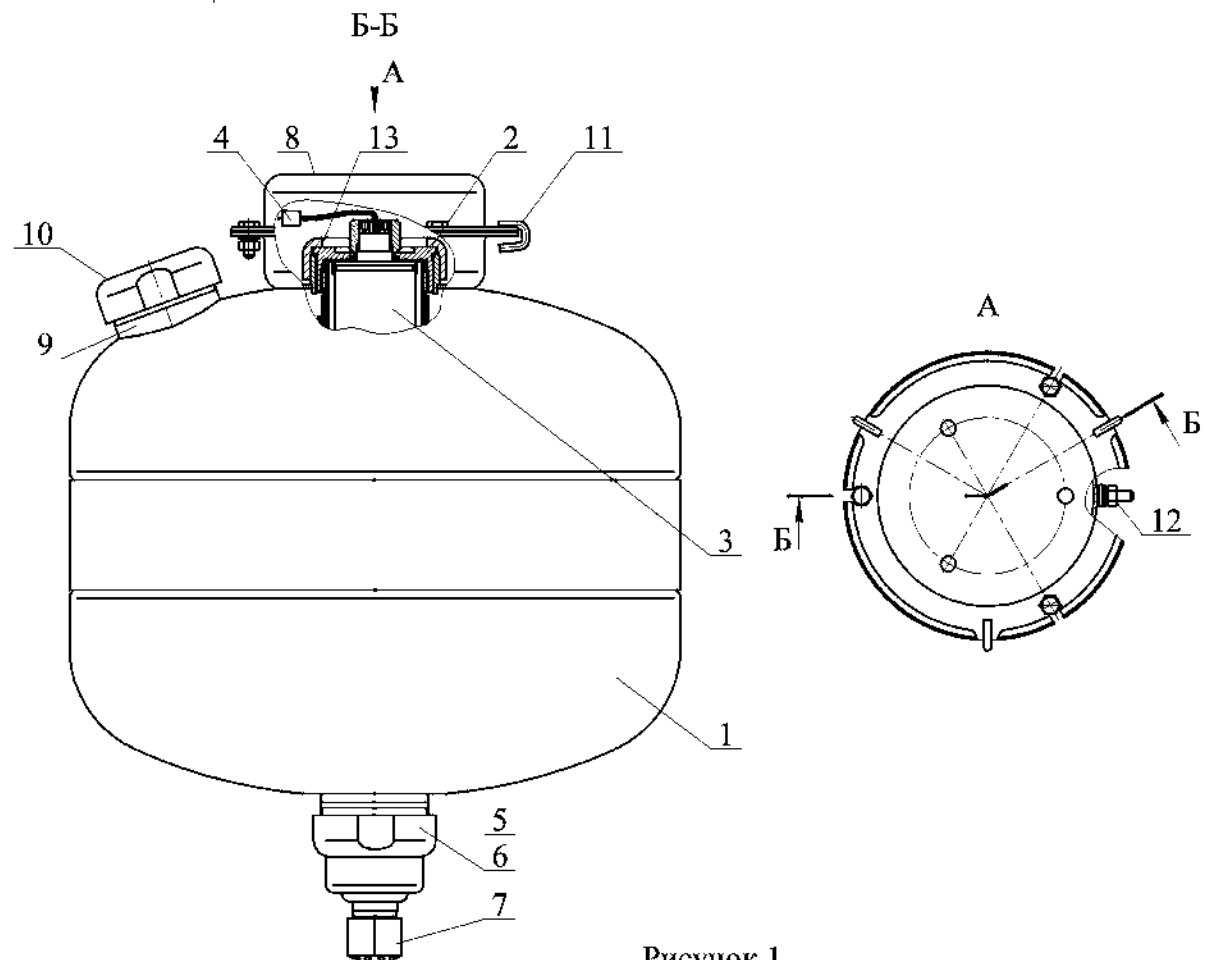

Рисунок 1
4.1.1 МУПТВ (см. рисунок 1) состоит из корпуса **1**, заправленного ОТВ, в котором размещено газогенерирующее устройство **2**. В герметичный корпус газогенерирующего устройства установлен ИХГ **3** с элементом электропусковым **4**. Нижняя горловина корпуса перекрыта срезной мембраной **5**, которая поджата гайкой **6**. С гайкой **6** через фильтрующий элемент соединен насадок-распылитель **7**. В верхней части корпуса расположены кронштейн **8** для крепления к потолочному перекрытию, горловина **9** для заливки ОТВ и предохранительный клапан **10**. Для фиксации МУПТВ при монтаже на кронштейне **8** закреплены три скобы **11**. МУПТВ имеет заземляющий зажим **12**.
4.2.1 После подачи электрического импульса на выводы элемента электропускового 4 (см. рисунок 1) ИХГ 3 генерирует газ, который создает давление внутри корпуса МУПТВ для вскрытия мембраны 5 и выпуска через насадок-распылитель 7 в зону горения тонкораспыленной струи ОТВ.
6.3 Закрепить кронштейн 8 (см. рисунок 1) на потолке. Координаты отверстий в кронштейне приведены на рисунке 3.
6.5.1 Залить в отверстие верхней горловины 9 (см. рисунок 1) воды по ГОСТ 6709-72, СанПиН 2.1.4.1074-01 (температура воды должна быть плюс $(15...25)^{\circ}\text{C}$) объемом $18,22^{+0,2}$ дм³. Открыть упаковку с жидкой добавкой к воде и залить ее в отверстие верхней горловины 9.
6.6.3 Полученный раствор ОТВ залить в отверстие верхней горловины 9 (см. рисунок 1). Для окончательного приготовления ОТВ открыть упаковку с жидкой добавкой и залить ее в отверстие верхней горловины 9.
6.8 Накрутить до упора насадок-распылитель 7 (см. рисунок 1).
7.3 Комплект поставки для перезарядки МУПТВ (см. рисунок 1):